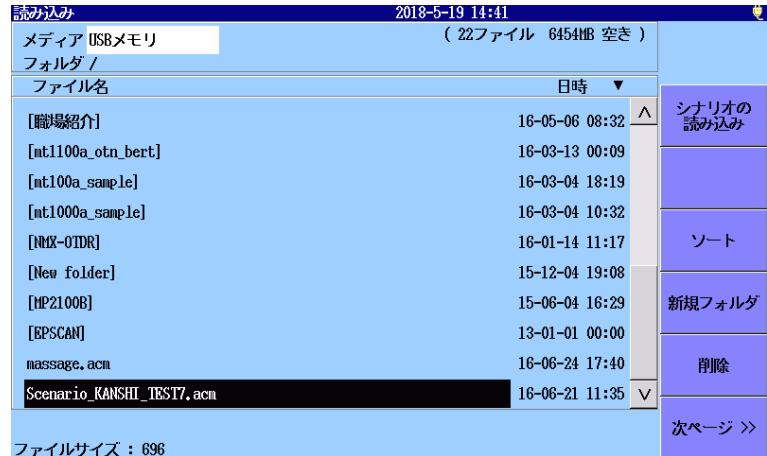

図 14.2-3 読み込み画面
4. 読み込み画面でファイル名をタッチします。選択されたファイルは図14.2-3のように反転表示されます。